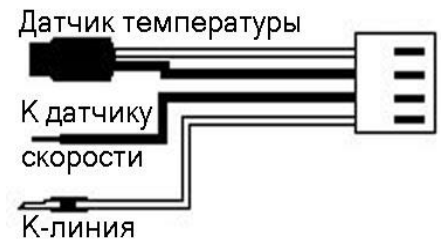
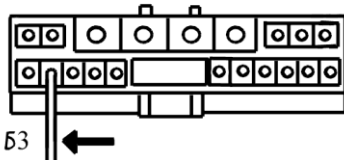
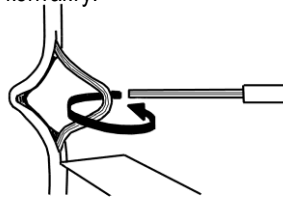
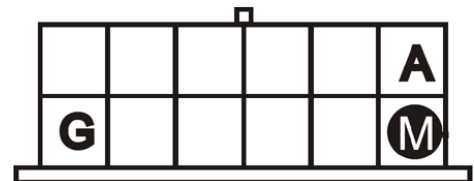

Рис. 7
Рис. 8
Рис. 9
Рис. 10
- 14) Протяните чёрный провод, который идёт в поставке (рис. 7), в правый нижний угол автомобиля. Найдите жгут с разъёмом и подключите чёрный провод от бортового компьютера к 2 контакту (бело-зелёный провод) разъёма, который идёт на спидометр (рис. 8). Родной провод рекомендуется не отрезать, а разрезав изоляцию скрутить с проводом (по возможности спаять) и заизолировать (рис. 9). Если у вас **Lanos DOHC 1.6** и нет разъёма (рис. 8), тогда подключаем, как показано на рисунке 11. Если ЭБУ подключается 2-мя 32-х контактными разъёмами, то чёрный провод подключаются к 10 контакту. Т.е. если мы смотрим на ЭБУ, справа у нас красный разъём, то на белом подключаем к 10-му верхнему контакту.
- 16) Подсоедините этот провод в точку «М» диагностического разъёма со стороны подключения диагностического тестера (рис. 10). Родной провод рекомендуется не отрезать, а разрезав изоляцию скрутить с проводом компьютера (по возможности спаять) и заизолировать (рис. 9).